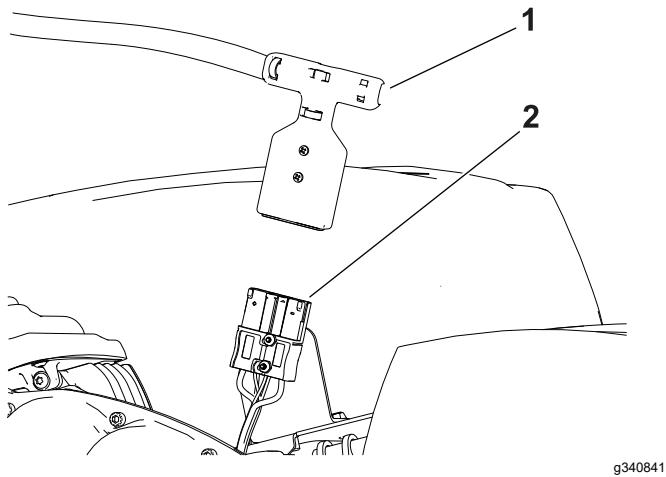

Bild 33
4. Trennen Sie den T-Holmanschluss vom Hauptkabelbaum am Akku-Unterteil zum Hauptstromanschluss (Bild 33).